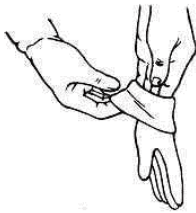

Abbildung 1
Ziehen Sie vor der Handhabung der reflektierenden Leinwand (H) das mitgelieferte Paar weiße Handschuhe (G) an, um Fingerabdrücke, Staub oder Öl von Ihren Händen auf der Oberfläche des Materials zu vermeiden (Abbildung 1). Die reflektierende Leinwand (H) ist sehr empfindlich und muss mit äußerster Vorsicht behandelt werden. Achten Sie darauf, dass das Material nicht geknickt oder gebogen wird. Nichtbeachtung der Anleitungen führt zu einer dauerhaften Beschädigung des Leinwandmaterials, die nicht durch die Garantie abgedeckt ist.
1. Nehmen Sie die reflektierende Leinwand (H) aus der Verpackung und legen Sie sie vorsichtig auf eine saubere Fläche.